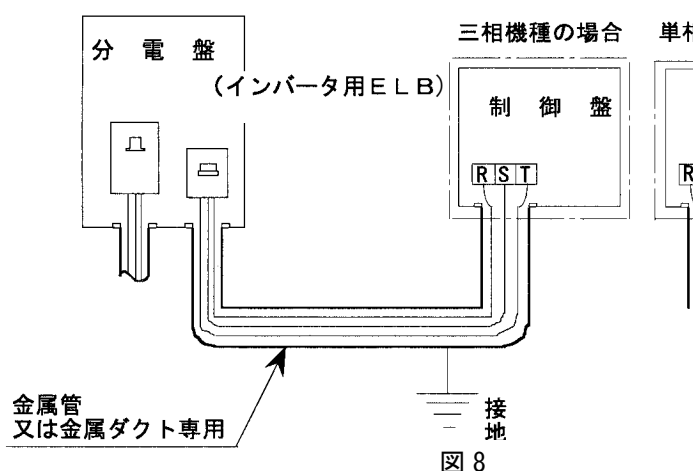

図8
(1) この直結給水ブースタポンプは、主要部品（電動機・圧力センサ・サーミスタ等）の電気配線は行っておりませんが、一次電源は配線しておりません。制御盤内の結線図を参照して行ってください。一次電源配線は、専用の金属管又は金属ダクトに入れて、シールドを施し、管の外被は接地してください。同一管またはダクト内に、他のケーブルや制御線は、併設させないでください。図8記載の制御盤の配線引出し穴は、下図（図9）を参照願います。
(3) この直結給水ブースタポンプは、一次電源側に主開閉器が入っておりませんので、必ず取付けてください（図8）。〔感電事故防止のため、法律により、ご使用先に漏電遮断器の取付けが、義務付けられていますが、直結給水ブースタポンプには特に「インバータ用」のものをご使用ください。〕
(4) 開閉器を入れる前に、次の点をお調べください。
① 遮断器（ヒューズ）は、適切なものが入っているか。
② 配線は、間違いはないか。
③ 接地（アース）は、確実に施工してあるか。（D種（第三種）接地工事）
④ 電動機端子3本が、1本でもゆるんだりはずれたりしていないか。端子2本で運転されると、欠相運転となり、電動機は焼損しますので、ご注意ください。（単相機種でも3本使用）
(5) 電圧は定格電圧の±5%以内、電圧と周波数の同時変動は、双方絶対値の和が5%以内、相間アンバランスは2%以内まで許容していますが、その範囲を越えてのご使用は、故障の原因となりますので、ご使用しないでください。